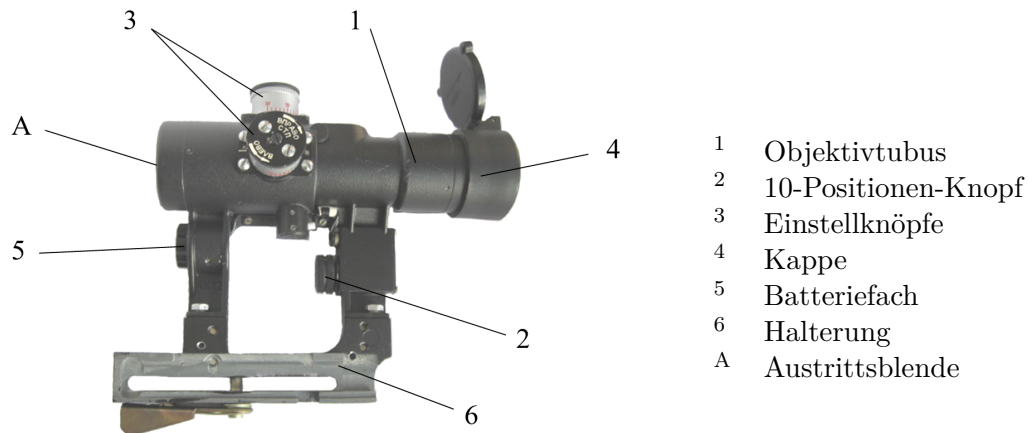

Abbildung 1: PK-AV Visierübersicht
parallaxenfrei. (Abbildung 1 und 2).
Zum Einschalten des Visiers (PK-A, PK-AV, PK-AT) drehen Sie den Drehschalter (2) (Abbildung 1).
Mit dem Drehschalter (2) (Abbildung 1) wird auch die Helligkeit der Zielmarke eingestellt:
Die Halterung (6) (Abbildung 1) dient zur Montage des Visiers an einer Waffe. Die Ausführung der Montage unterscheidet sich je nach Ausführung des Visiers (PK-A, PK-AV, PK-AT). Die verschiedenen Versionen sind in den Abschnitten 5.2.1 und 5.2.2 dieses Handbuchs beschrieben).
Die Einstellung des Absehens wird durch Drehen der Einstellknöpfe (3) (Abbildung 1) während des Einschießens durchgeführt. Die Drehknöpfe sind mit Markierungen UP-DOWN, RIGHT-LEFT und Pfeilen versehen, welche die Versatzrichtung des Aufschlagpunktes anzeigen. Es gibt Skalen auf der Verstelleinrichtung. Durch Drehen eines Knopfes wird der Aufschlagpunkt schrittweise verschoben (Eine Winkelminute (bzw. moa.) pro Schritt). Die Pfeile entsprechen der Versatzrichtung des Auftreffpunktes (auf/ab, links/rechts).
Der Deckel (4) (Abbildung 1, 2) auf dem Objektivtubus (1) (Abbildung 1, 2) schützt das Visier vor Verschmutzung und mechanischer Beschädigung.
Die (mitgelieferte) Abschirmung dient dazu, die vom Schutzglas reflektierte Lichtmenge zu reduzieren und so die Enttarnung der eigenen Position zu verhindern. Zum Aufsetzen der Blende entfernen Sie den Deckel (4) (Abbildung 1, 2) vom Objektivtubus (1) (Abbildung 1, 2), schrauben die Blende in das Gewinde des Objektivtubus ein und setzen den Deckel auf die Blende erneut auf.
- Öffnen Sie den Drehdeckel des Batteriefachs (5) (Abbildung 1)
- Schließen Sie den Drehdeckel des Batteriefachs 5 (Abbildung 1). Achten Sie darauf, dass der Dichtring im Deckel eingebaut ist